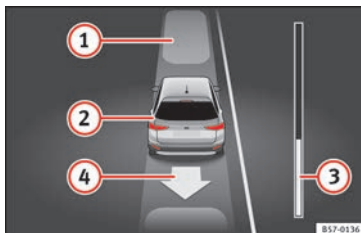

Abb. 214 Im Display des Kombiinstrumentes: parallel zur Fahrbahn ausparken.
Legende zu **Abb. 214**:
7.	ODER: fahren Sie rückwärts, bis im Display des Kombiinstrumentes die Anzeige zum Vorwärtsfahren erscheint. Der Fortschrittsbalken » Abb. 214 ③ zeigt die zu fahrende Distanz an » Seite 251.